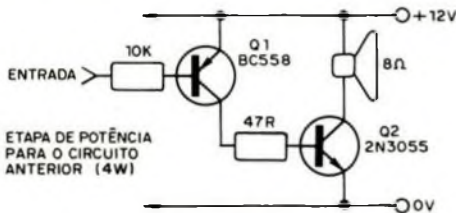

FIGURA 13
Se for preciso maior volume de som, deve-se usar, no mesmo circuito, a etapa amplificadora da figura 13.
Esta configuração da figura 13 permite obter, num alto-falante de 8 ohms, uma potência da ordem de 4W, com uma tensão de alimentação de 12V.
Esta configuração é de baixa potência. Mas, se o leitor quiser mais volume no som, pode utilizar igualmente as etapas amplificadoras da figura 13 ou 14, ligando-as ao ponto (A).